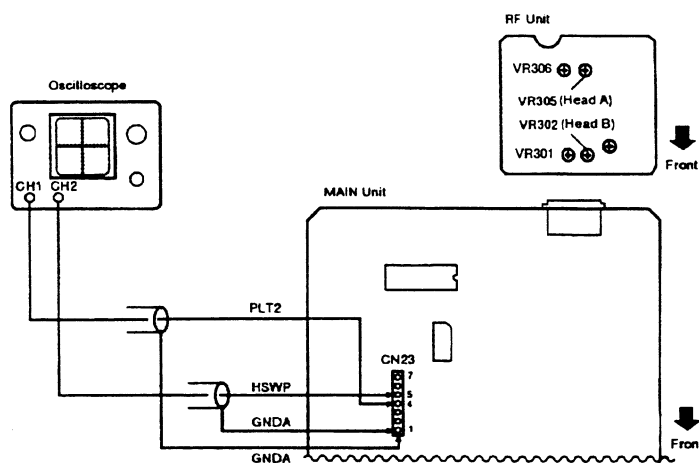

Fig. 3-12
1. Connect the oscilloscope's CH1 between CN23-4 (PLT2) on the MAIN unit and CN23-1 (GND A), and connect the oscilloscope's CH2 between CN23-5 (HSWP) and CN23-1 (GND A). (Refer to Fig. 3-12)
6. When the values are outside the standard, slightly turn VR305 on the RF unit (Fig. 3-12) for A head or VR302 for B head, and record the signal again on an unused portion of tape. Confirm the levels as described in Step 5.
Though VR306 and VR301 (Fig. 3-12) on the RF unit are the PCM recording current adjustment volume for A head and B head, adjustment is not necessary because it is already set for the standard current.
1. オシロスコープのCH1をMAINユニットのCN23-4(PLT2)とCN23-1(GND A)間に、CH2をCN23-5(HSWP)とCN23-1(GND A)間に接続する。(図3-12参照)
6. 規格外の場合は、AヘッドはRFユニットのVR305 (図3-12)、BヘッドはVR302を少し回してからブランクテープの未使用部分に再度録音し、上記5を確認する。
注). RF unit内にあるVR306、VR301 (Fig. 3-12) はAヘッド、BヘッドのPCM記録電流調整用ボリュームですが、標準電流に調整済のため特に調整は不要です。